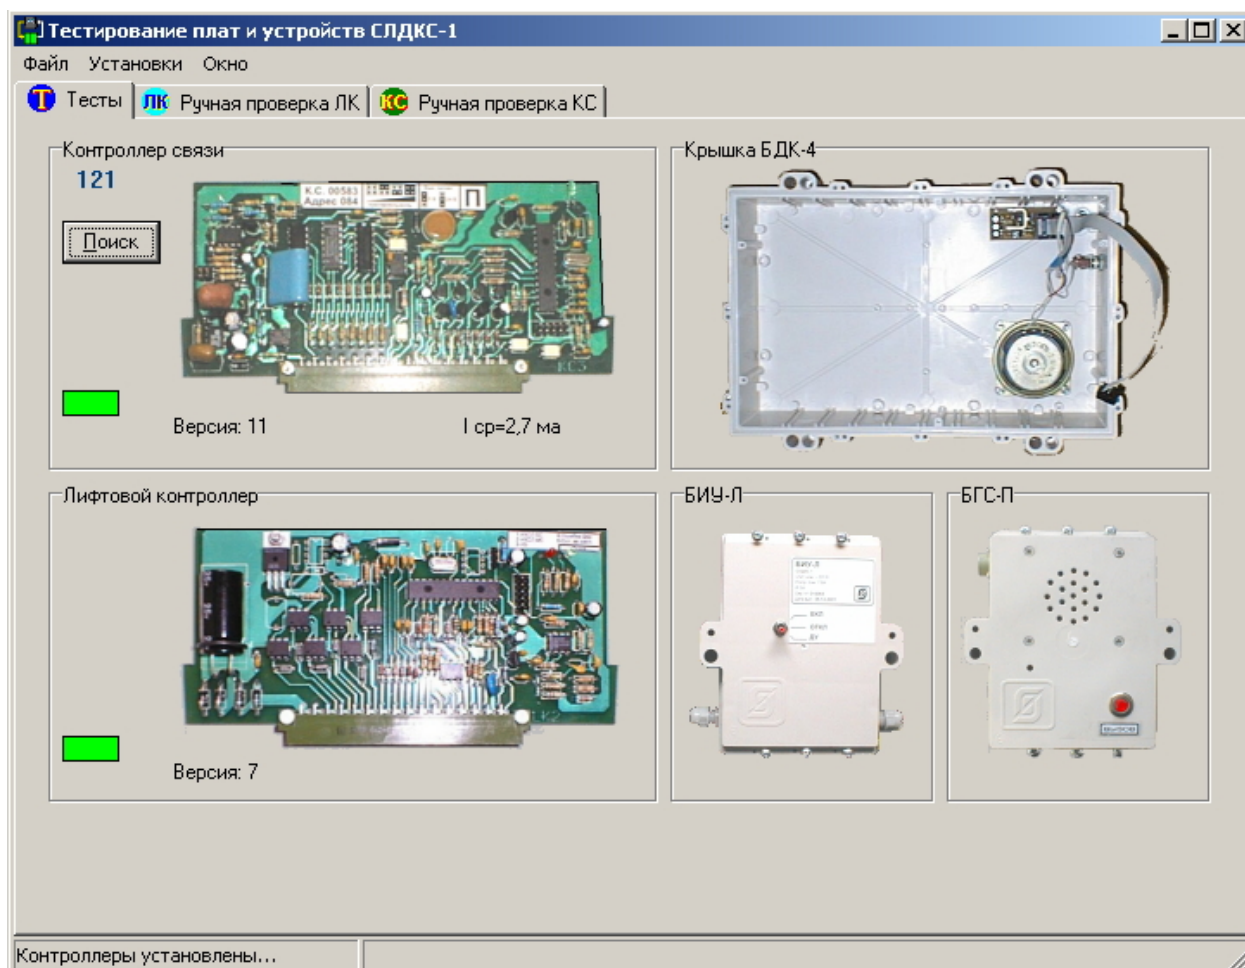

Рисунок 5. Контроллеры установлены.
1. Вставьте заведомо исправный лифтовой контроллер в устройство тестирования (допускается, чтобы лифтовой контроллер был постоянно установлен в стенде при тестировании плат контроллера связи). Изображение лифтового контроллера в окне тестирования должно принять цветной вид (рисунок 5).